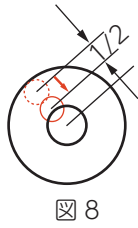

図 8
1. 整準ネジでずれ量の半分を中央に向かって戻します。(図8)